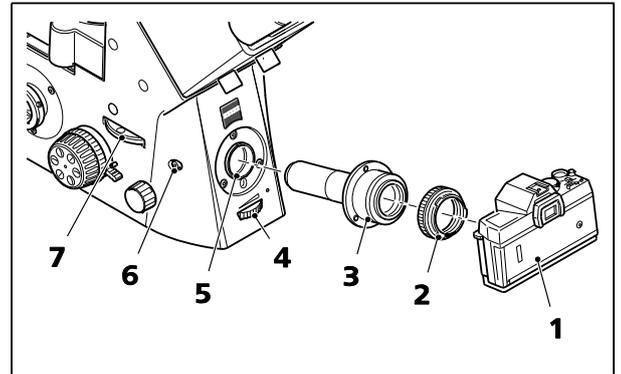

Fig. 162 Connexion d'un appareil photo SLR
- Retirer le cache ou l'objectif de l'appareil photo du boîtier (Fig. 162/1).
- Fixer l'adaptateur T2 approprié (Fig. 162/2) au boîtier de l'appareil photo.
- Retirer le cache de l'adaptateur V200 T2 2,5x pour SLR (Fig. 162/3).
- Fixer le système de l'appareil photo pré-monté sur le port avant (Fig. 162/5), l'aligner horizontalement et serrer la vis de serrage (Fig. 162/6) à l'aide du tournevis à tête sphérique de 3 mm.
- Après avoir fait passer le faisceau (Fig. 162/7) de l'observation visuelle au port avant, 100 % de la lumière est désormais disponible pour l'appareil photo.